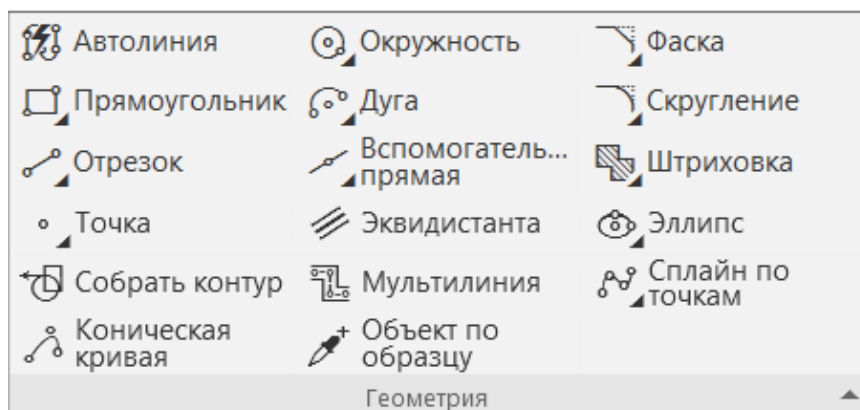

Рисунок 5 – Инструментальная панель «Геометрия»
**Панель инструментов «Геометрия».** При построении изображений используются различные команды, расположенные на инструментальной панели «Геометрия» (рисунок 5). Каждая кнопка панели инструментов «Геометрия» имеет свое назначение и расширение. Расширенные команды доступны на панели управления соответствующей основной команды, то есть при вызове основной команды можно выбрать ее доступное расширение. Расширенные команды позволяют получать изображения примитивов различными способами (с использованием различных опций).